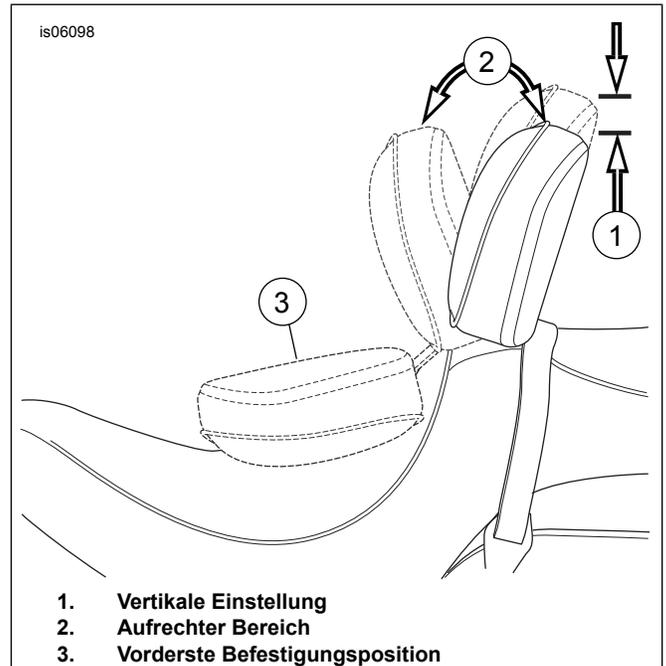

Abbildung 14. Positionen der Rückenlehne
7. Siehe Abbildung 14 >. Rückenlehne und Sitz in Einbaustellung bringen, dann die Rückenlehne ganz in die vordere Position (3) drücken. Der Rückenlehnenmechanismus drückt gegen die Unterseite des Sitzes und gegen den eingeschobenen Sitzschutz.
1. Siehe Abbildung 14 >. Der Einstellungsgriff wird verwendet, um das Rückenlehnenpolster in die vordere und hintere Position zu bringen.
2. Um das Rückenlehnenpolster nach vorne oder nach hinten zu verstellen (2), den Hebel nach unten drücken.
6. Um das Rückenlehnenpolster nach oben und unten zu verstellen (1), am Knopf auf der Rückseite des Polsters ziehen.